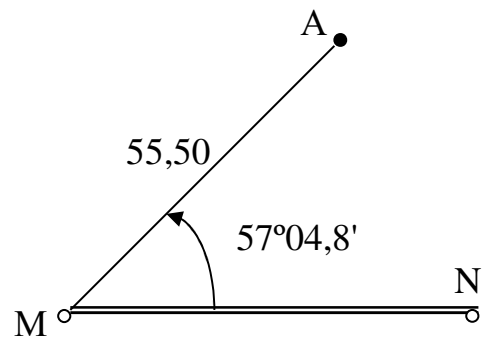

Рис. 22. Разбивочные схемы
7. Вычертите в тетради разбивочные схемы (рис. 22), где укажите проектную точку A и геодезические пункты M и N , также численные значения разбивочных углов β и длин линий d . Проанализируйте полученные схемы и укажите, какие способы Вы рекомендуете для выноса в натуру точки A и почему.